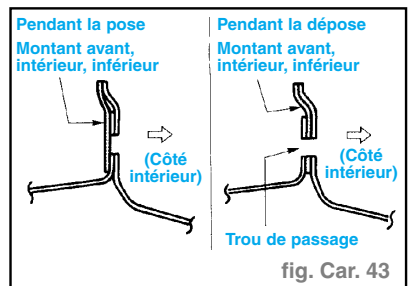

fig. Car. 43
- Pour faciliter la soudure entre le bas de marche et la partie intérieure du montant avant, modifier le chevauchement de panneau comme indiqué dans le schéma. (fig. Car. 43)